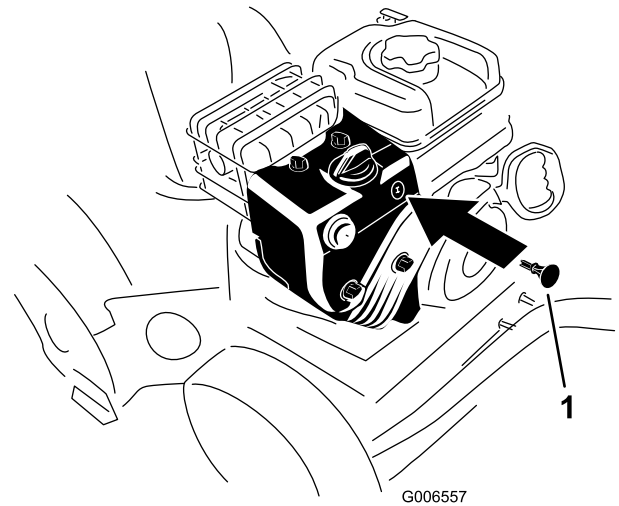

Figura26
3. Introduceți cheia de contact (Figura26).